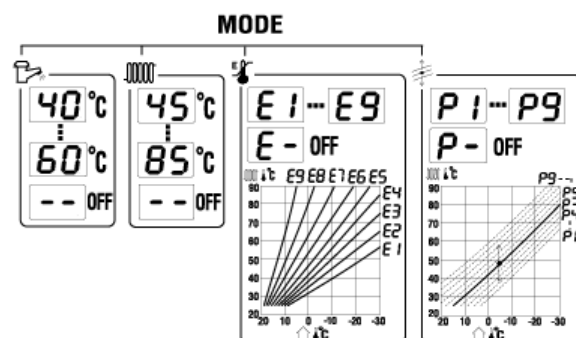

Рис. 2 – Изображение режимов настройки
Нажмите кнопку Var/MODE – на дисплее изобразится буква E с цифрами от 1 до 9 или с тире. Выбор эквитермической кривой проводится кнопками (7) и (8). Крутизна кривой повышается с настраиваемой цифрой (E1 < E9), см.рис. 2.